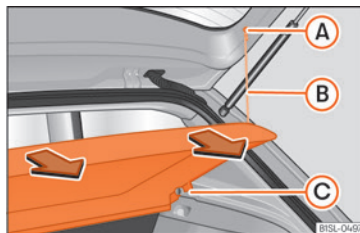

Fig. 95 I bagagerummet: af- og påmontering af bagagerumsafdækning
- Hægt stropperne »» Fig. 95 B ud af holderne A.